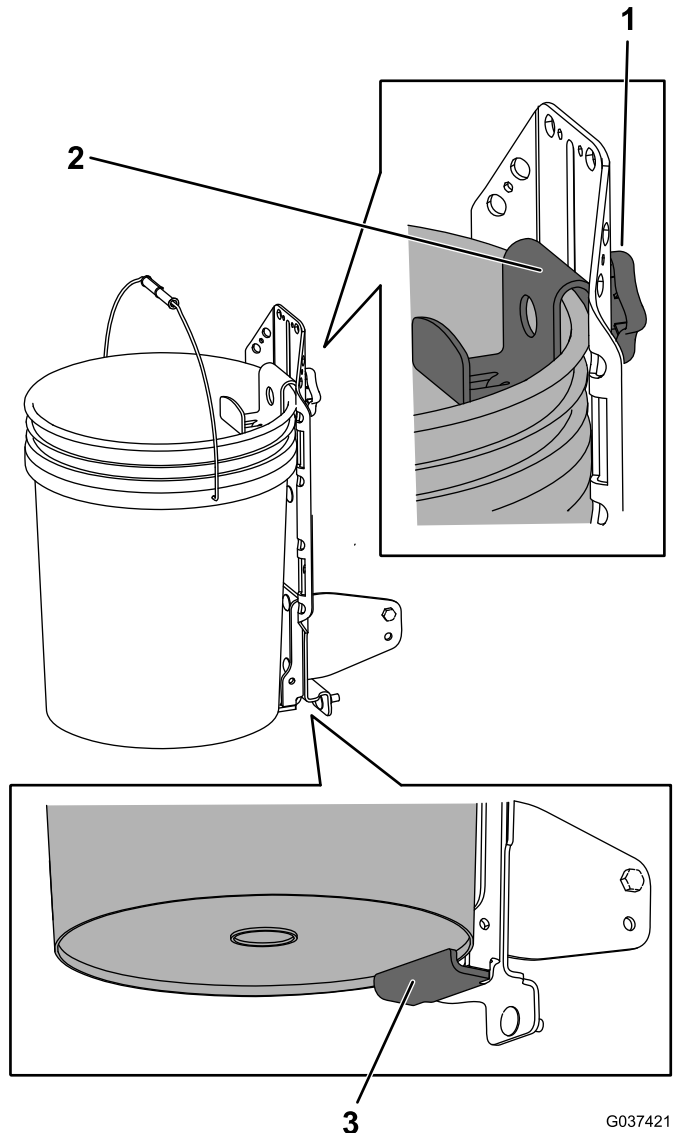

Figura 6
1. Desaperte o manípulo e eleve o balde superior. Aperte o manípulo para o segurar no sítio (Figura 6).
2. Se tiver removido o suporte da dobradiça, coloque a borda inferior do balde sobre o bordo inferior do suporte de apoio soldado (Figura 6).
3. Desaperte o manípulo e desça o suporte superior o mais possível sobre o aro do balde. Aperte o manípulo (Figura 6).